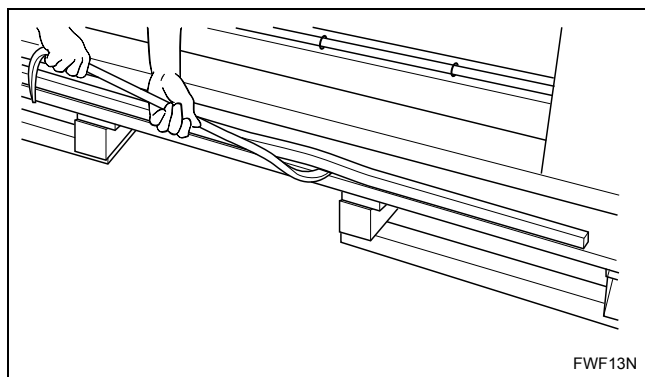

Figura 5
3. Utilize uma alçaprema para remover os batentes de madeira da plataforma. Consulte a *Figura 5*.